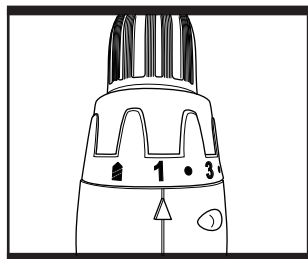

Fig. 6
5. REGLAGE DU COUPLE (Fig. 6 & 7)